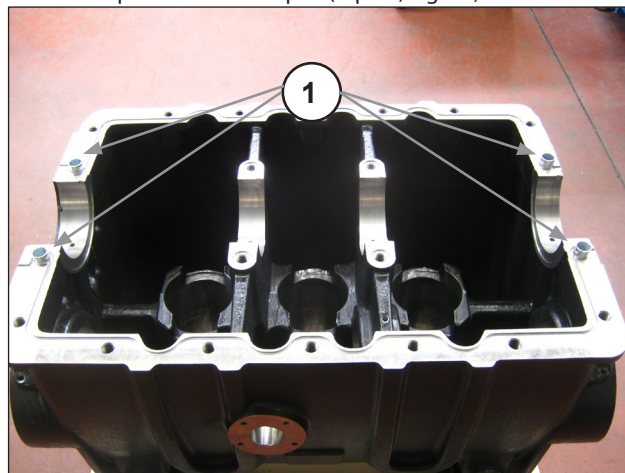

Fig. 64
Installer les douilles de centrage dans les trous prévus à cet effet sur le palier de vilebrequin (rep. ①, Fig. 64).